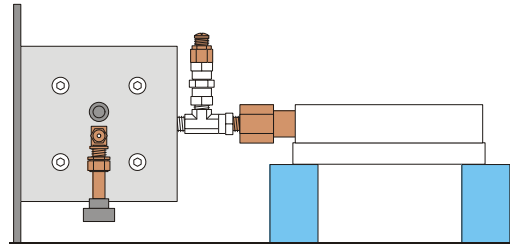

Fig. 6: Colocación de la unidad para el llenado con aceite.
- Se coloca la unidad sobre la mesa de trabajo orientando la escala manométrica hacia abajo. El manómetro se hace descansar sobre una base de un espesor de 6 cm aprox. (ver Fig. 6).